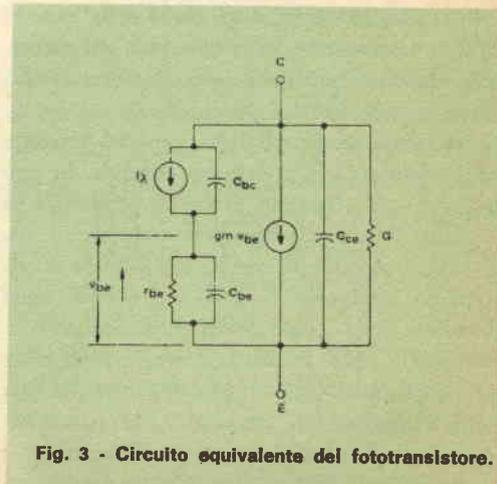

Fig. 3 - Circuito equivalente del fototransistore.
**Costruzione** - L'uso di un circuito stampato per la costruzione del calibratore consente un montaggio compatto. Nella *fig. 3* sono riportati il disegno in grandezza naturale del circuito stampato ed una fotografia nella quale si vede la disposizione dei componenti. Si noti come questa di-
Fig. 3 - Circuito stampato in grandezza naturale (sopra) e disposizione dei componenti (a lato). Al posto del circuito stampato si può usare pure una bassetta perforata.
tato dal circuito equivalente mostrato nella fig. 3. In questo circuito, la corrente  $I_\lambda$  rappresenta la fotocorrente ed è circa data da:
Come un elemento a tre piedini, vale ancora il circuito equivalente della fig. 3, salvo l'introduzione di una resistenza,  $r_b$ , collegata da un lato al punto comune di  $C_{bc}$  e  $C_{be}$ , e dall'altro lato al terminale della base. Come abbiamo detto prima, i fototransistori a tre piedini sono meno usati. La disponibilità della base ha però il vantaggio di stabilizzare il funzionamento, nel caso di grosse escursioni di temperatura.